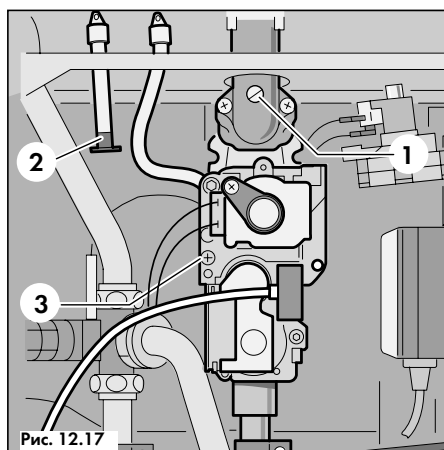

Рис. 12.17
- Если корректировка настройки газовой арматуры не требуется, то выключить котел, отсоединить манометр, плотно закрутить винт измерительного штуцера (1, рис. 12.17) и проверить его на герметичность. Восстановить все разорванные электрические соединения.